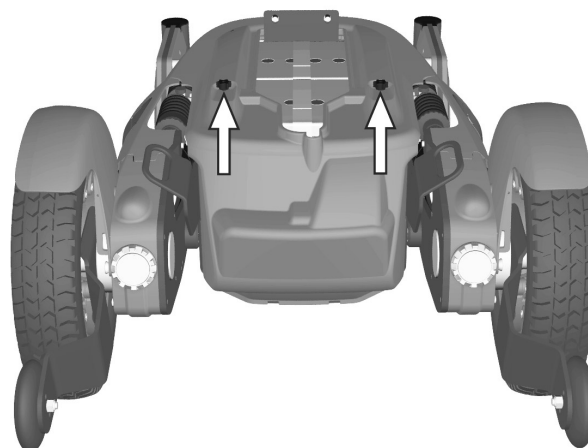

Abbildung 4. Die Fahrgestellabdeckungen sind mit zwei Drehgriffen befestigt.
3. Die beiden Drehgriffe abnehmen, die die Fahrgestellabdeckung halten. Siehe Abbildung. 4.
4. Die beiden Drehgriffe abnehmen, die die Fahrgestellabdeckung halten. Siehe Abbildung. 4.